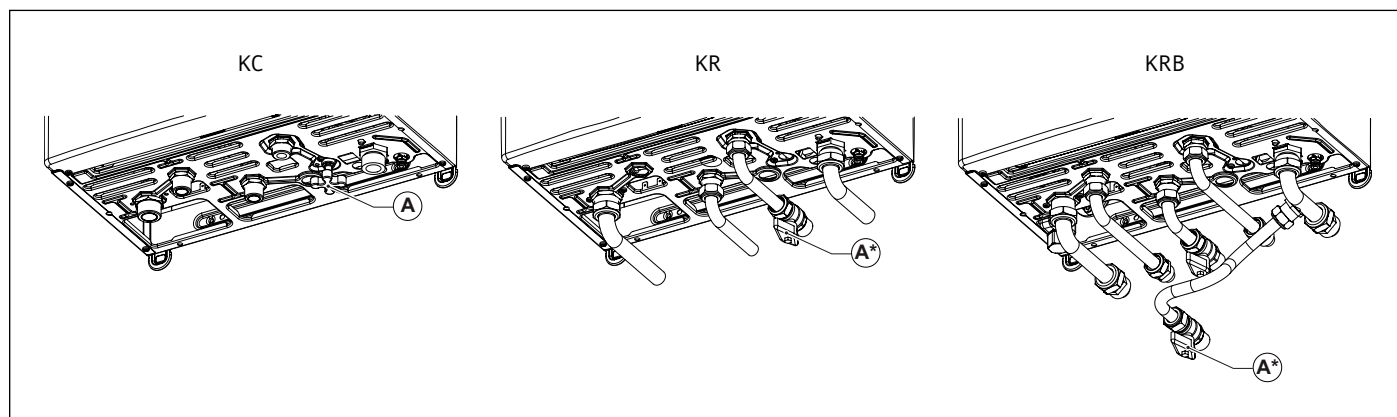

Fig. 2 Grifo de llenado - (A\*) opcional
Llenar la instalación actuando sobre el grifo de llenado (A) (ver Fig. 2 Grifo de llenado - (A\*) opcional).